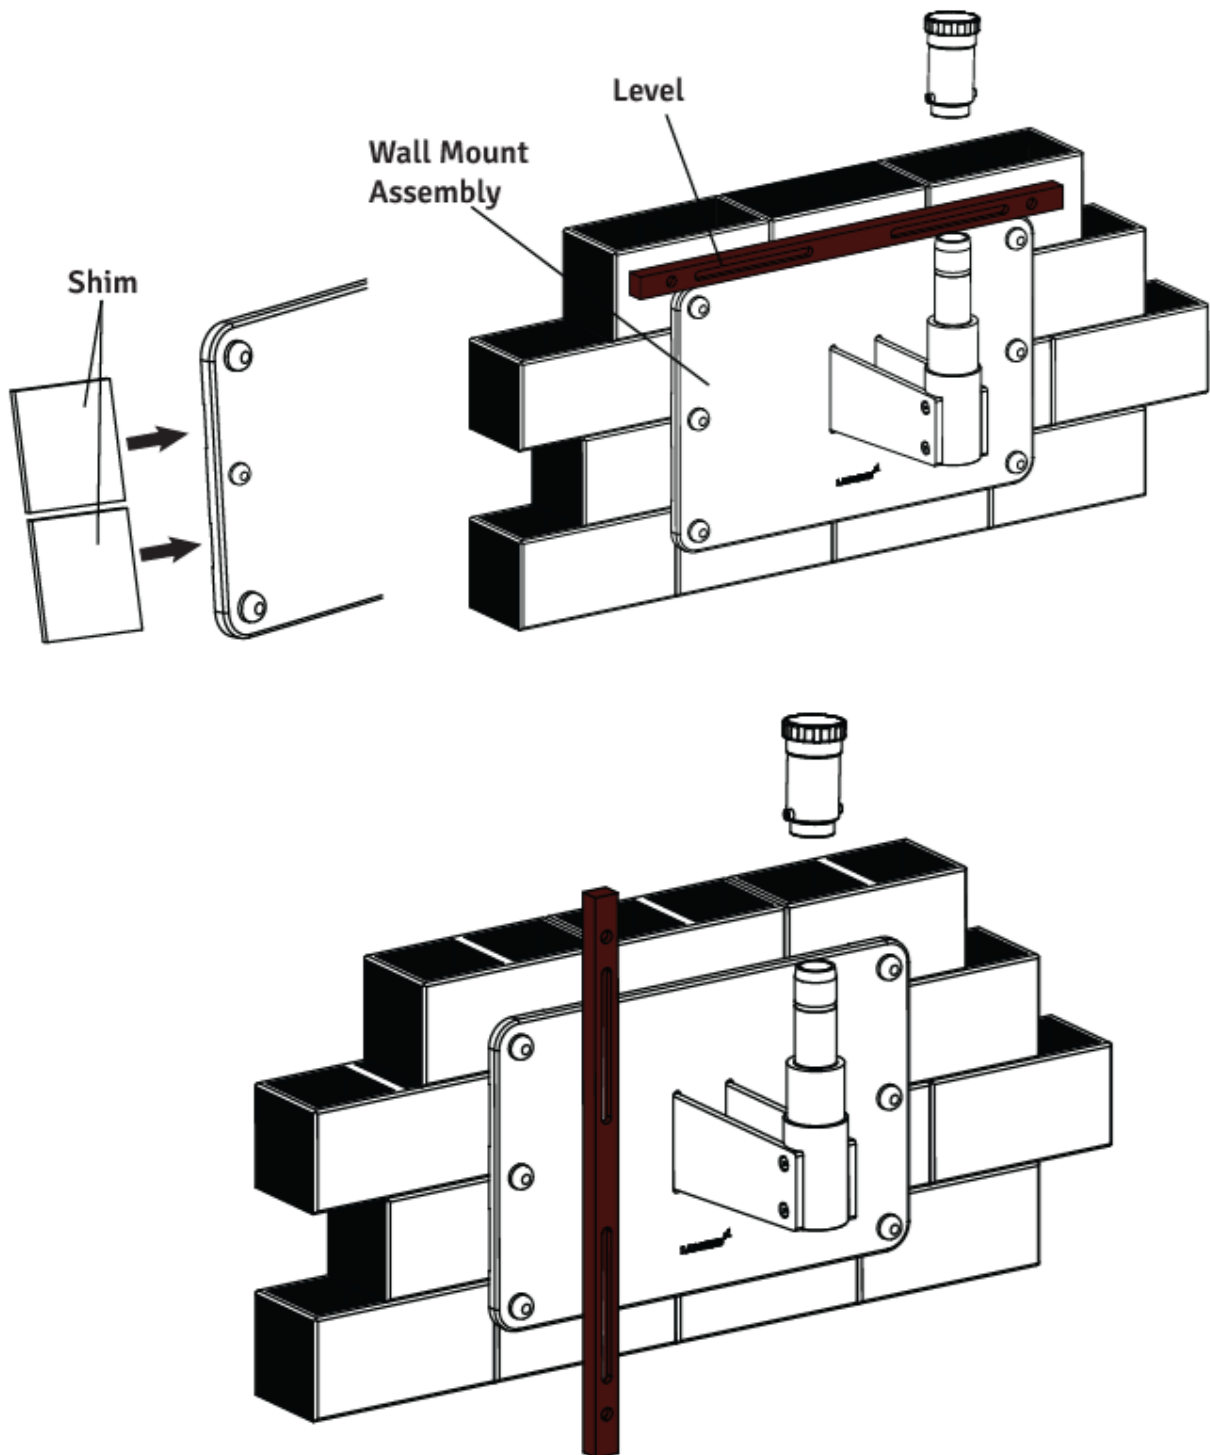

Figura 23
2. Posizionare una livella sulla parte superiore della piastra posteriore per controllare il livellamento orizzontale. Vedere figura 23.
3. Utilizzare una chiave a bussola e cricchetto da 17 mm per allentare leggermente i sei (6) bulloni a levetta negli angoli della piastra posteriore.
5. Posizionare una livella verticalmente lungo la superficie della piastra posteriore, su entrambi i lati, per assicurarsi che sia perpendicolare al pavimento. Vedi figura-23
7. Controllare l'altro lato e inserire spessori come necessario, quindi serrare i bulloni a ginocchiera. Vedere figura 23.
2. Svitare il tappo filettato dall'albero di montaggio a parete come mostrato nella figura 23.